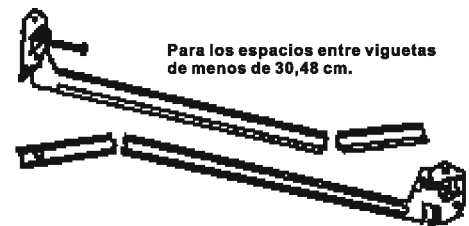

Fig. 3
2. Es posible acortar los colgadores de barra para adaptarse a estructuras de 30,48 cm si se cortan en las muescas lineales (Fig. 3).